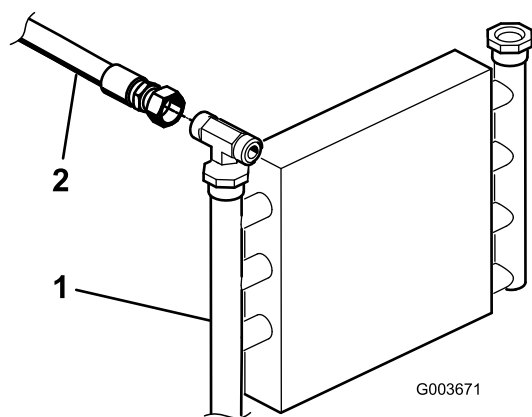

図 13
1. オイル・クーラから既存の昇降バルブに入っている油圧チューブを探し出す (図 13)。油圧チューブをフレームに固定している金具とチューブ・クランプを外す。
2. オイル・クーラと昇降バルブから油圧チューブを外して取り除く (図 13)。